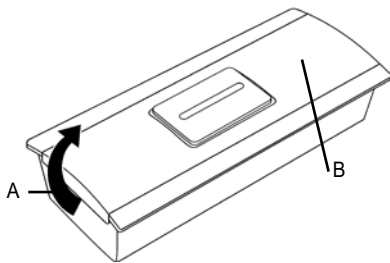

Abbildung 1: Rufaster
- c) Nun können Sie die kleine Schraube (Position: Abb.1 B) mit einem kleinen Kreuzschlitz-Schraubendreher öffnen und die Vorderseite des Ruftasters, hinter der sich die Platine mit der Batterie befindet, abnehmen.
- g) Schrauben Sie die kleine Schraube (Position: Abb. 1 B) mit einem kleinen Kreuzschlitz-Schraubendreher vorsichtig ein.